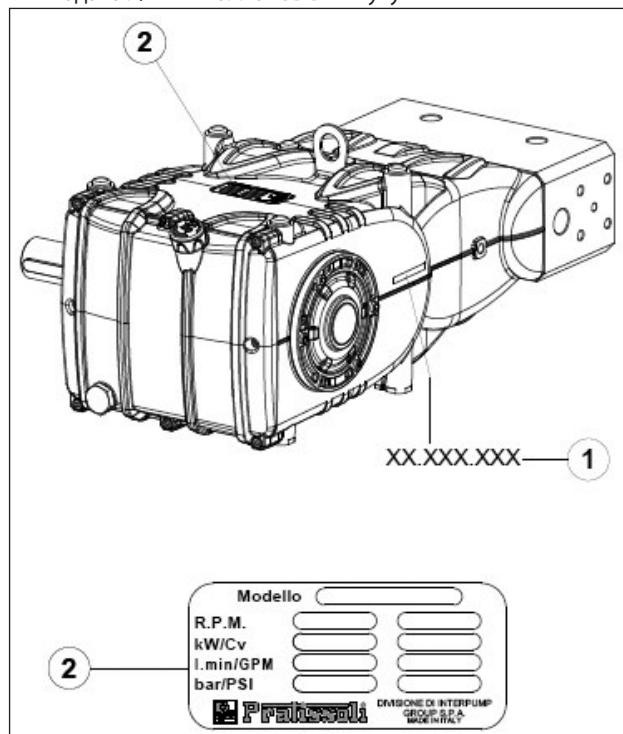

Рис. 1
Каждый насос Рис. 1 имеет свой заводской номер XX.XXX. XXX, см. поз. ①, и идентификационную табличку, см. поз. ②, со следующими данными: